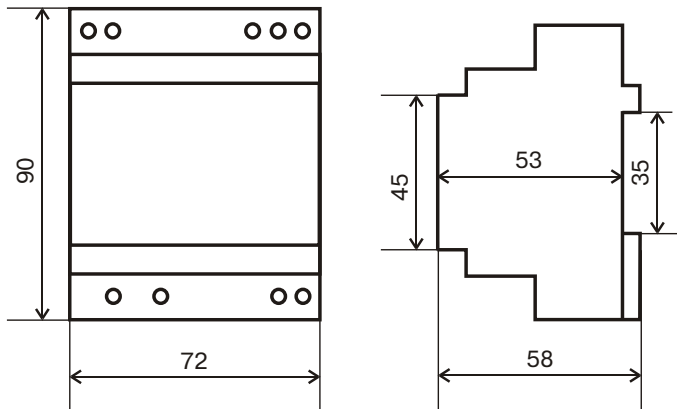

Рис.1 Габаритные и установочные размеры
2.7. Габаритные и установочные размеры регулятора приведены на Рис.1.